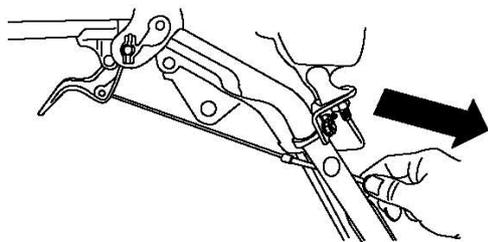

Рисунок 8.
4. Аккуратно потяните оболочку кабеля вниз, пока не опустится рычаг блокировки колеса и не устранится провисание троса, затем надежно затяните гайку зажима троса (Рис. 8).